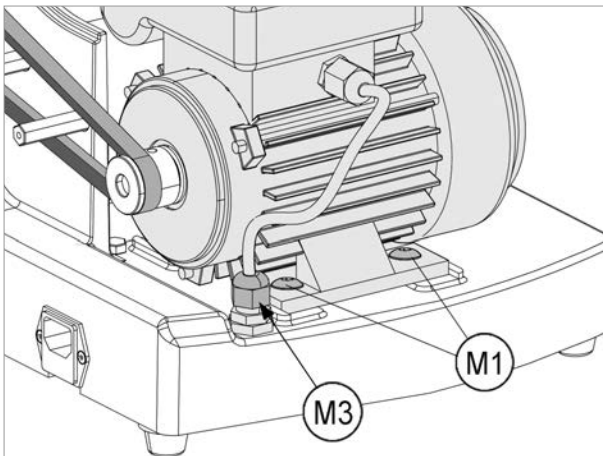

Fig. 42
- 7) Unscrew the wire grommet (M3) (Fig. 42).